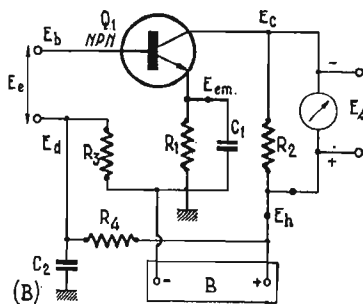

FIG. 2
La figure 2 donne des exemples d'amplificateurs dits « de continu ». En (A) à lampe triode et en (B) à transistor.
Passons maintenant, au montage homologue, à transistor NPN, Q_1 , représenté en B figure 2. Les éléments R_1, R_2, C_1 , le voltmètre et la source de tension sont disposés comme pour la lampe en tenant compte de l'homologie des électrodes : grille (base) cathode (émetteur) plaque (collecteur). Le transistor étant un NPN, l'orientation des pôles de la source de tension B et la même.